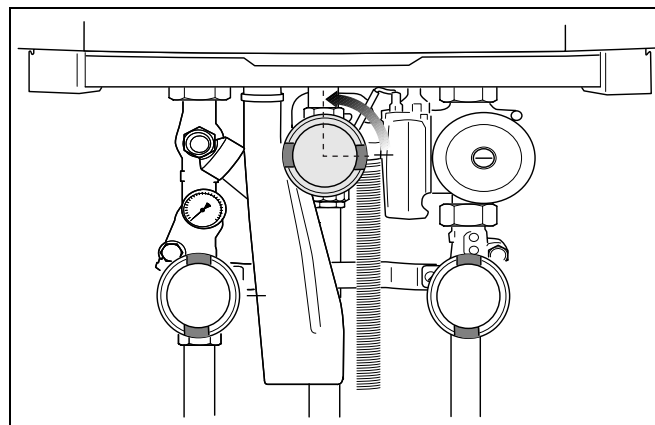

Fig. 76 Åbning af gashanen
- Åbn gashanen langsomt. Tryk gashanen ind, og drej en ¼ omdrejning til venstre (fig.76).
- Åbn gashanen langsomt. Tryk gashanen ind, og drej en ¼ omdrejning til venstre (fig. 76, side 53).
- Åbn gashanen langsomt. Tryk gashanen ind, og drej en ¼ omdrejning til venstre (fig. 76).